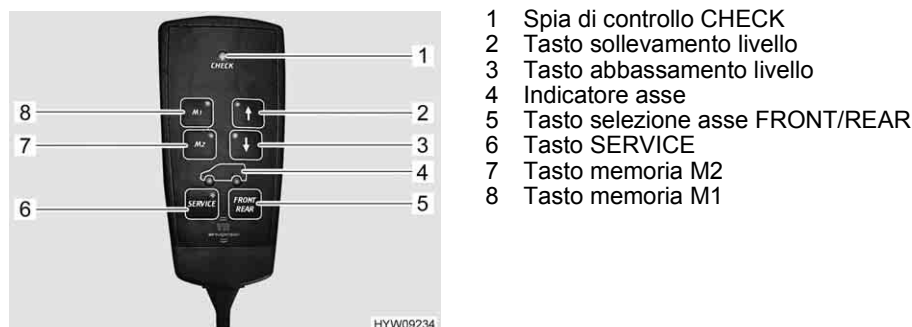

Fig. 14 Telecomando (sospensione pneumatica)
- Premere il tasto di sollevamento livello (Fig. 14,2) o il tasto di abbassamento livello (Fig. 14,3), fino a raggiungere il livello desiderato.
- Premere il tasto di memoria M1 (Fig. 14,8) o il tasto di memoria M2 (Fig. 14,7), e tenerlo premuto fino a che viene emesso un segnale.
- Premere il tasto SERVICE (Fig. 14,6). Il LED si accende fisso.